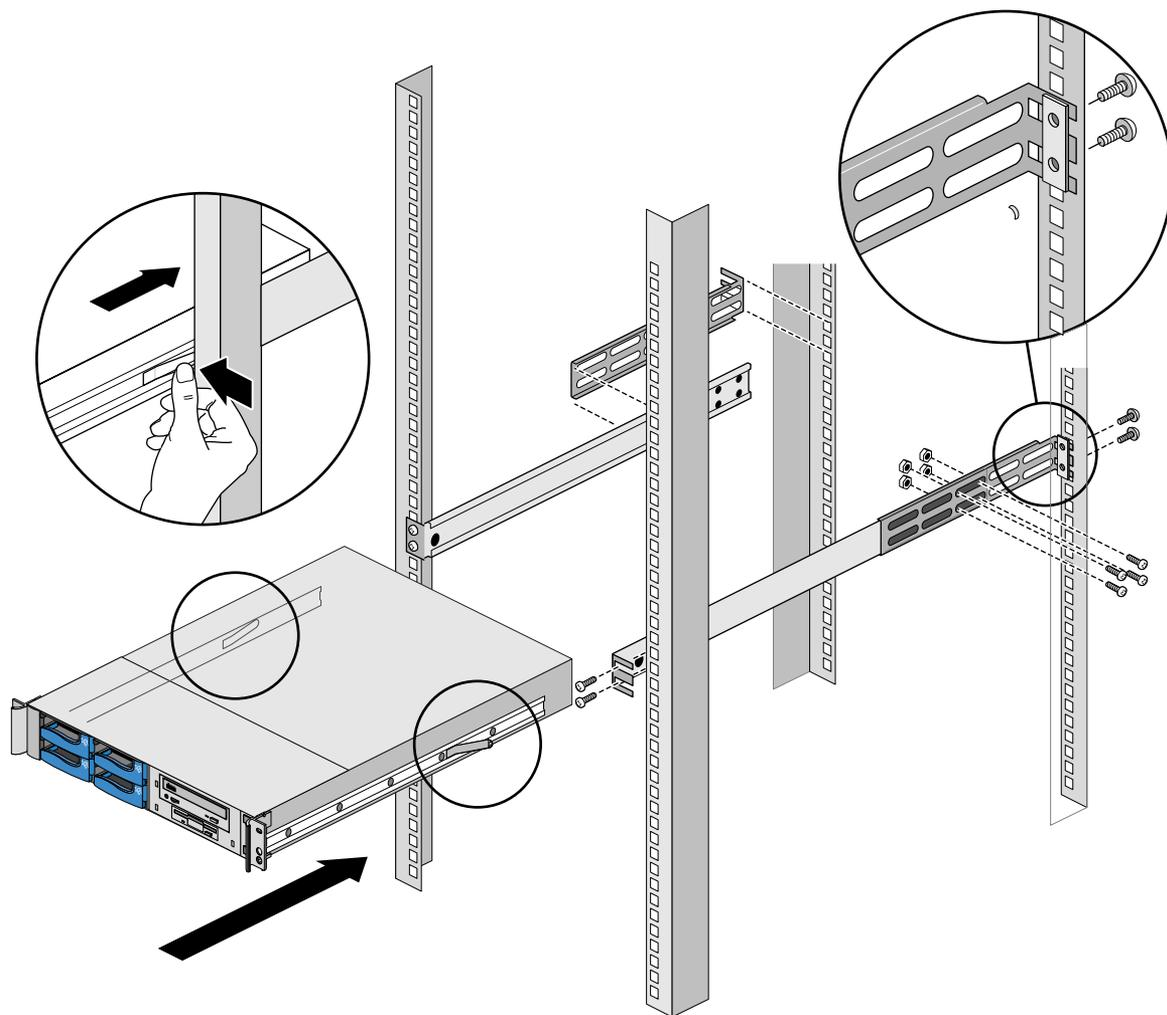

Figura 3-1 Installazione su binario a scorrimento
6. Installare le cerniere di montaggio posteriori destra e sinistra e gli estensori nel telaio del rack. Vedere anche la Figura 3-1.
7. Mentre una persona tiene ogni lato, fare scorrere il telaio del server SGI 1200 nei binari del rack. Allineare le parti a scorrimento nei binari su ogni lato, premere le linguette di bloccaggio e fare scorrere il telaio nel rack. Vedere anche la Figura 3-1.